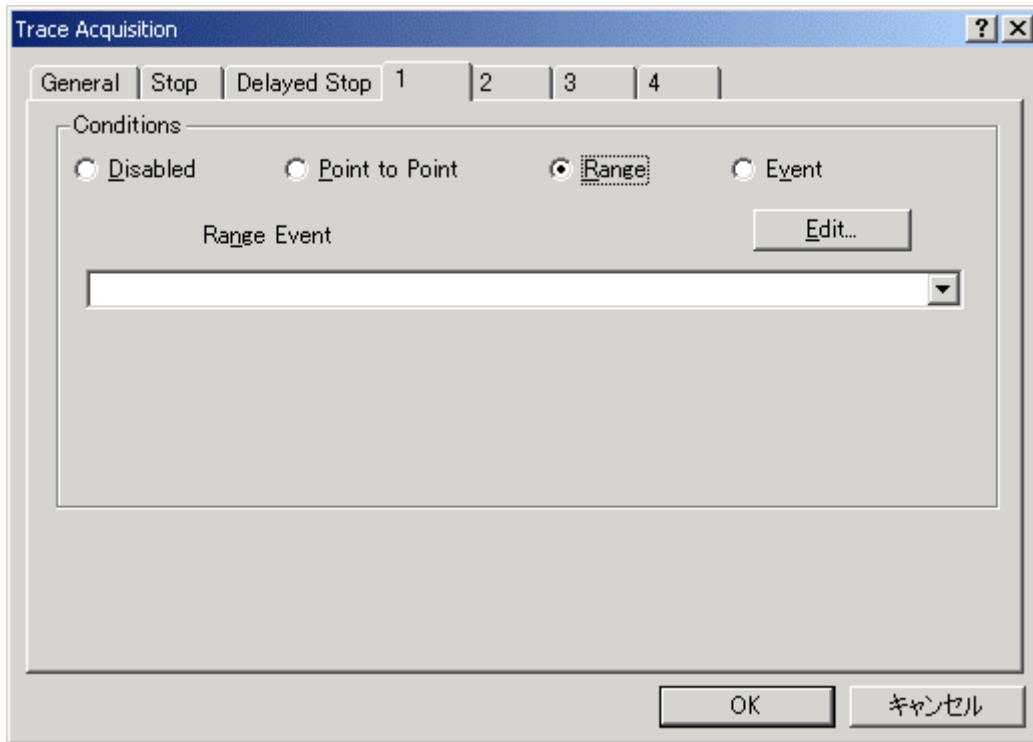

図 6-46 [Trace Acquisition]ダイアログボックス (1 ページ表示)
- (8)[1]ページを選択し、[Conditions]グループボックスの[Range]ラジオボタンをクリックします。クリックと同時に[Range Event]ドロップダウンリストボックスと[Edit...]ボタンが表示されます。（図 6-46 [Trace Acquisition]ダイアログボックス）
- (9)[Range Event]ドロップダウンリストボックスをクリックし、先ほど登録したイベントを選択します。これでイベントが有効となりました。[OK]ボタンをクリックし、トレースの設定は終了です。